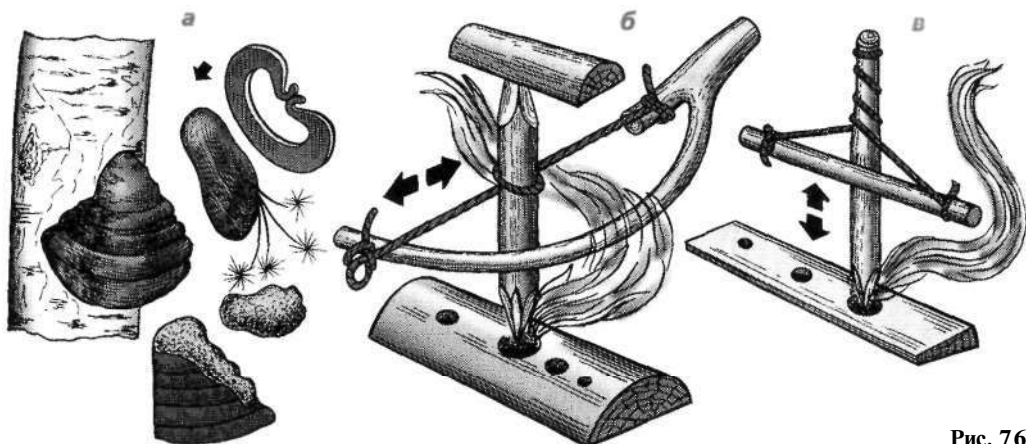

Рис. 76
**Высекание огня.** В старинной русской загадке говорится: «Огонь в камне спал, по железу встал, по дереву пошел — как сокол полетел». По сути дела, в ней образно изображен процесс высекания огня с помощью кремневого камня и железного *огнива*, или *кресала* (рис. 76, а). Огниво — это небольшая стальная пластинка, имеющая округлые формы, которую обычно ковали кузнецы в деревенской кузнице. Позже стали использовать обычные обломки напильников. Кремень — довольно широко распространенный ка-
Живой огонь можно было добыть и в одиночку. Для этого использовали применявшиеся для сверления различные ручные приспособления (*рис. 76, б, в*). Вместо сверла в них вставляли круглые палки, концы которых упирали в дощечку из сухого дерева.